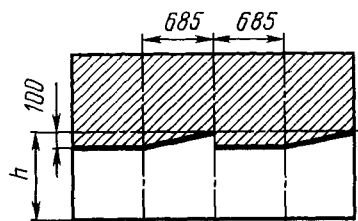

Рис. 231. Разметка экрана для регулировки фар:
3. Включить ближний свет и, закрыв одну из фар, установить другую регулировочными винтами так, чтобы световое пятно на стене или экране было расположено, как указано на рис. 231.